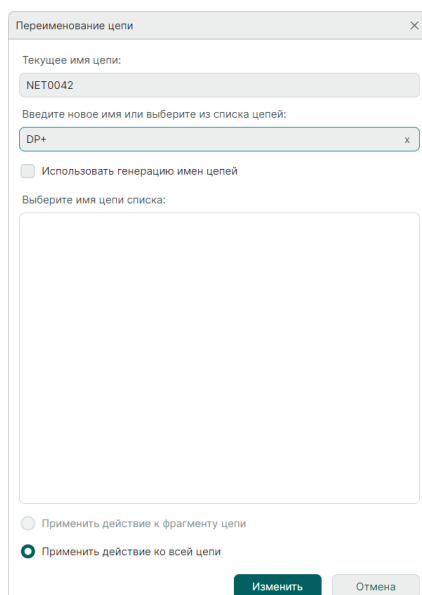

Рис. 154 Переименование первой цепи для создания диффпары
3. В окне «Переименование цепи» в поле «Введите новое имя или выберите из списка цепей» введите имя с суффиксом «+» или «_P» (сохраненные в системе в окне «Панель управления» суффиксы для формирования диффпары) в конце имени, см. Рис. 154.